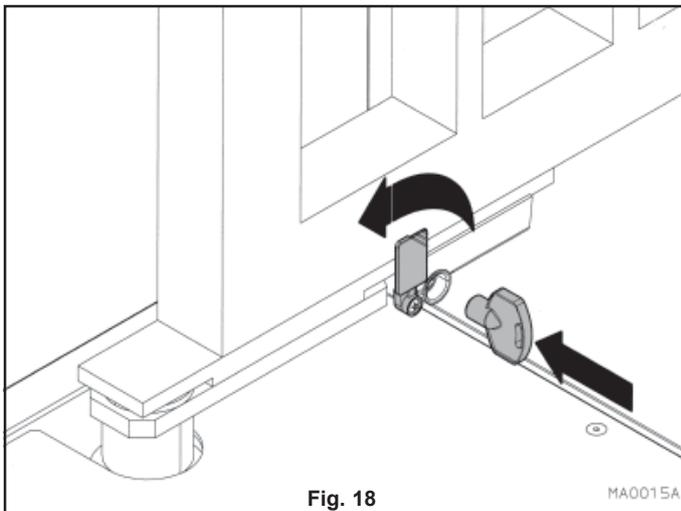

Fig. 18
- Tirare leggermente e girare verso l'alto il tappo di protezione del perno di sblocco (fig. 18).
- Gently pull and turn the release pin protection cap upwards (fig. 18).
- Ziehen Sie den Schutzstopfen des Entriegelungsbolzens leicht nach oben (Abb. 18).